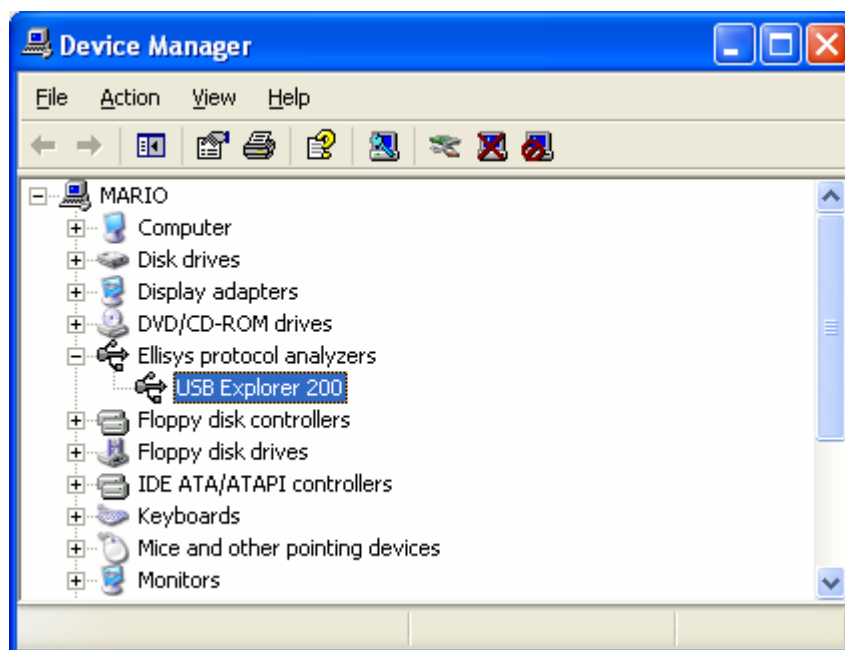

Figure 25 - Mise à jour du pilote depuis le Device Manager
4. Si vous désirez mettre à jour un pilote de périphérique préalablement installé, veuillez vous rendre dans le Device Manager (Start | Control Panel | icône System | tabulation Hardware | bouton Device Manager). Veuillez ouvrir "Ellisys protocol analyzers" et cliquez avec le bouton droit de votre souris sur l'analyseur USB. Sélectionnez "Update Driver..." (voir Figure 25).